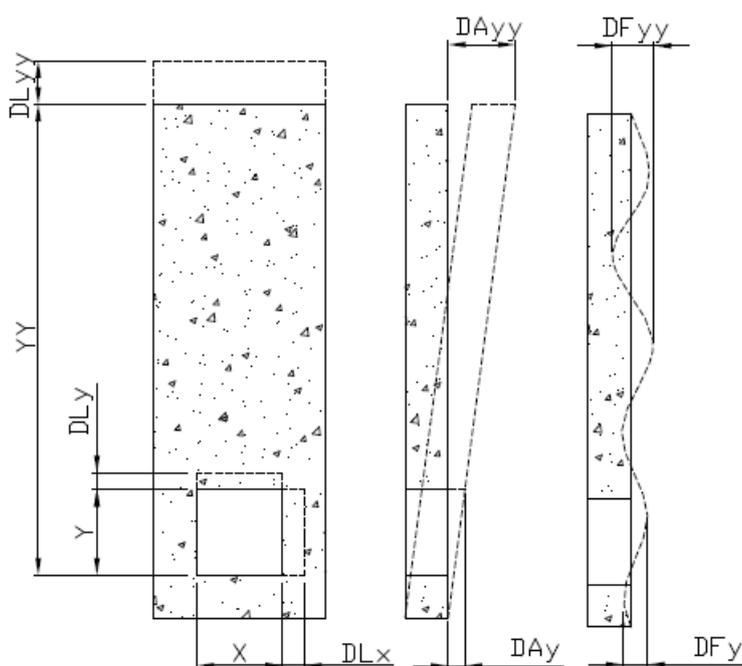

**Figura 17**
- Passo 2: Substituição das vedações laterais (Figura 17)
- Remova os parafusos, arruelas e porcas (itens 3, 6 e 7) da gaveta. Da mesma forma, retire os retentores (item 2) e as deslizadeiras de (U)HMWPE (itens 4 e 5)
- Remova as vedações laterais (item 8) e as substitua por vedações novas
- Passo 3: Substituição da vedação inferior (Figura 17)
- Remova os parafusos e as porcas (itens 10 e 12) e remova o retentor inferior (item 9)
- Remova a vedação inferior (item 13) e a substitua por uma vedação nova